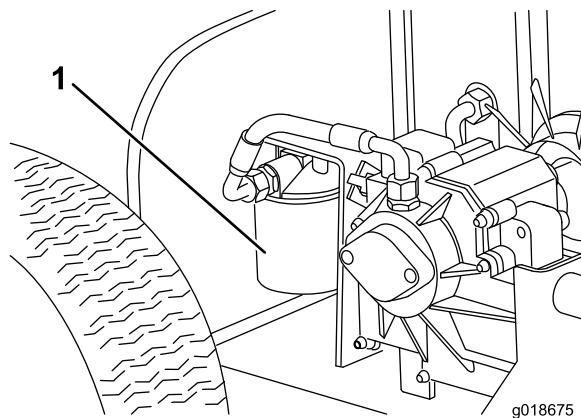

Figura 21
4. Limpie la zona de montaje del filtro (Figura 21).